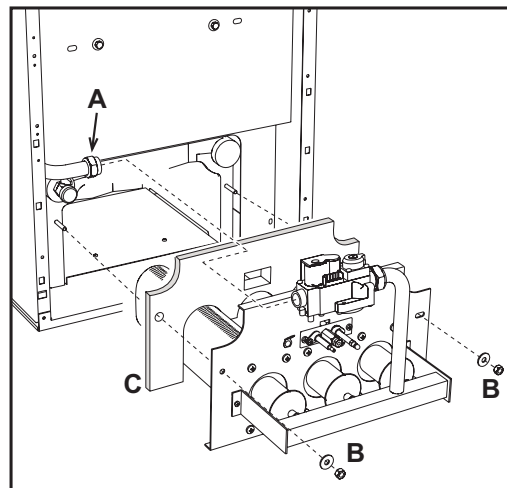

рис. 21 - Демонтаж горелок
- Развинтите две гайки "В" крепления дверцы камеры сгорания к чугунным элементам корпуса котла (рис. 21).